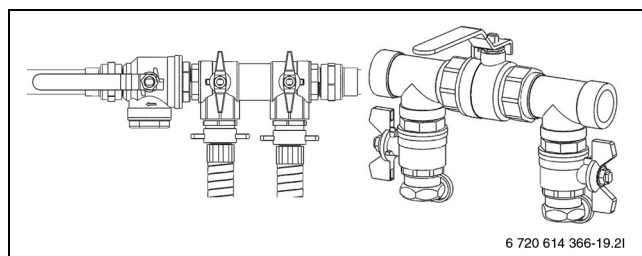

Рис. 25 Узлы заполнения в положении заполнения
- ▶ Установите краны на узле заполнения в положение для заполнения (→ рис. 25).